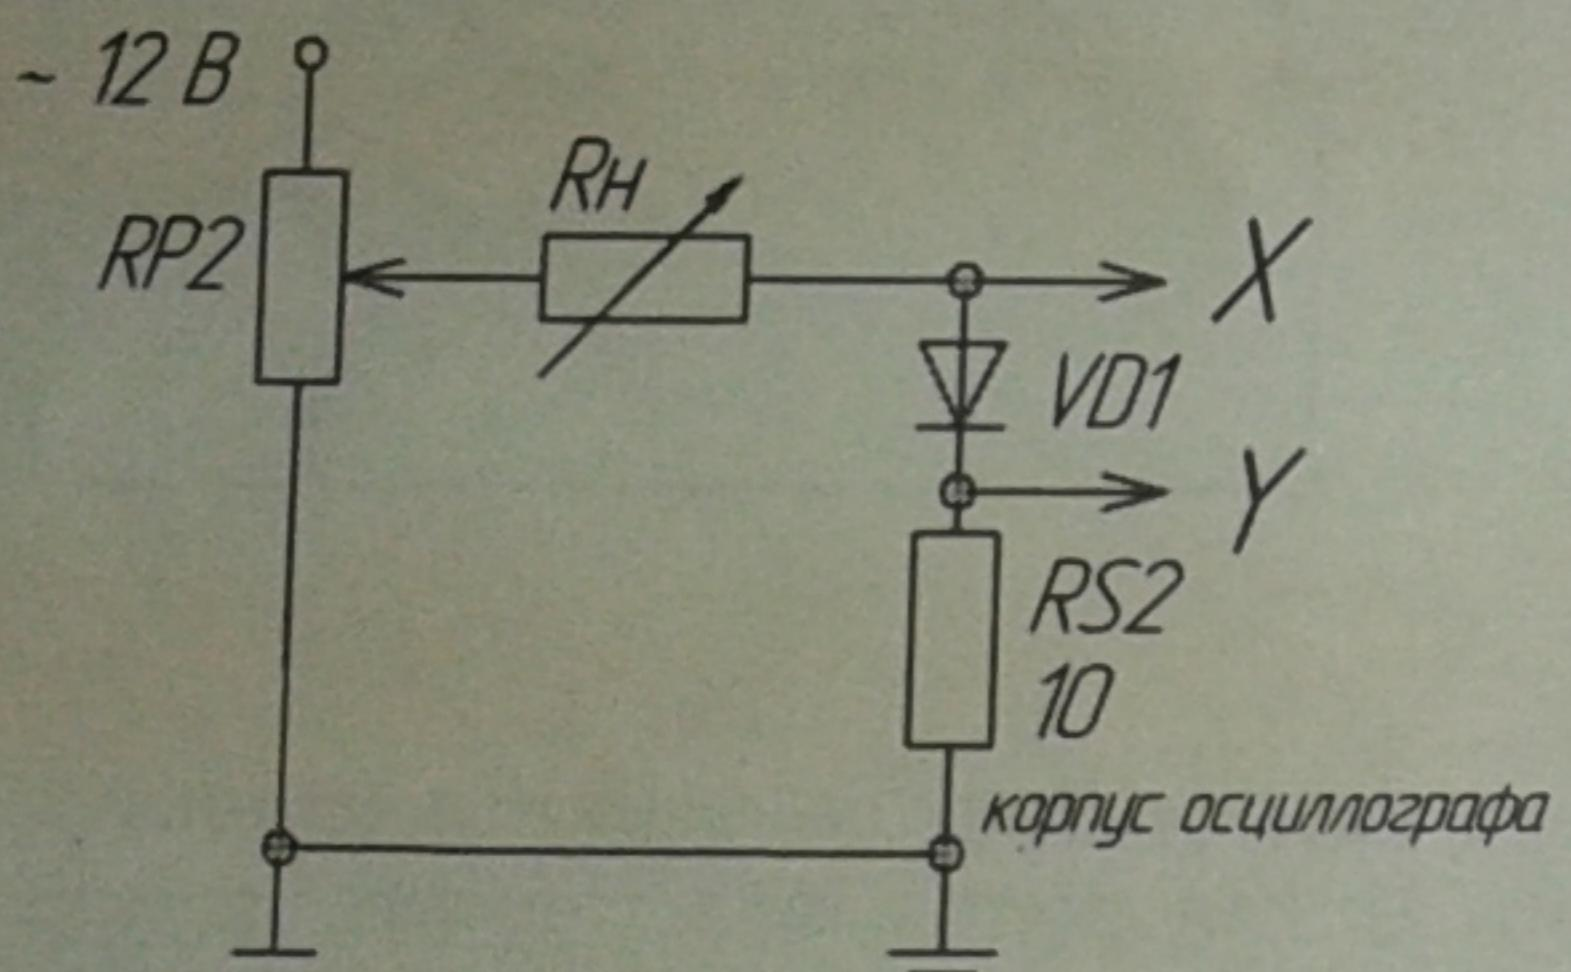

Рис. 3
г) собрать схему для получения ВАХ диода на экране осциллографа. Исследование выпрямительного диода выполняется на переменном токе в соответствии с принципиальной схемой рис. 3. Вход Y (CH2) осциллографа подключить к шунту RS2, а корпус осциллографа (—) соединить с общим проводом. Вход X (CH1) осциллографа подключить к аноду диода. При этом переключатель развертки осциллографа должен быть переведен в положение X/Y. Эта точка на экране осциллографа поместить в начало координат. Подать напряжение. Зарисовать ВАХ диода, определить масштабы по току и напряжению;
- Какие погрешности можно ожидать при осциллографировании по схеме рис. 3?